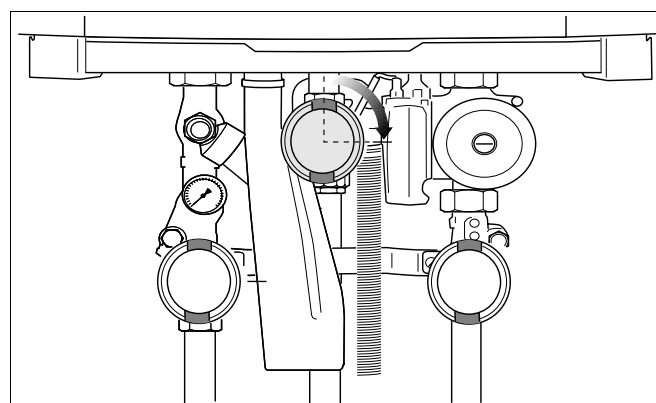

Рис. 79 Закрытие крана подачи газа
- Закрыть кран подачи газа (рис. 79).
- Закрывать кран подачи газа (рис. 79).